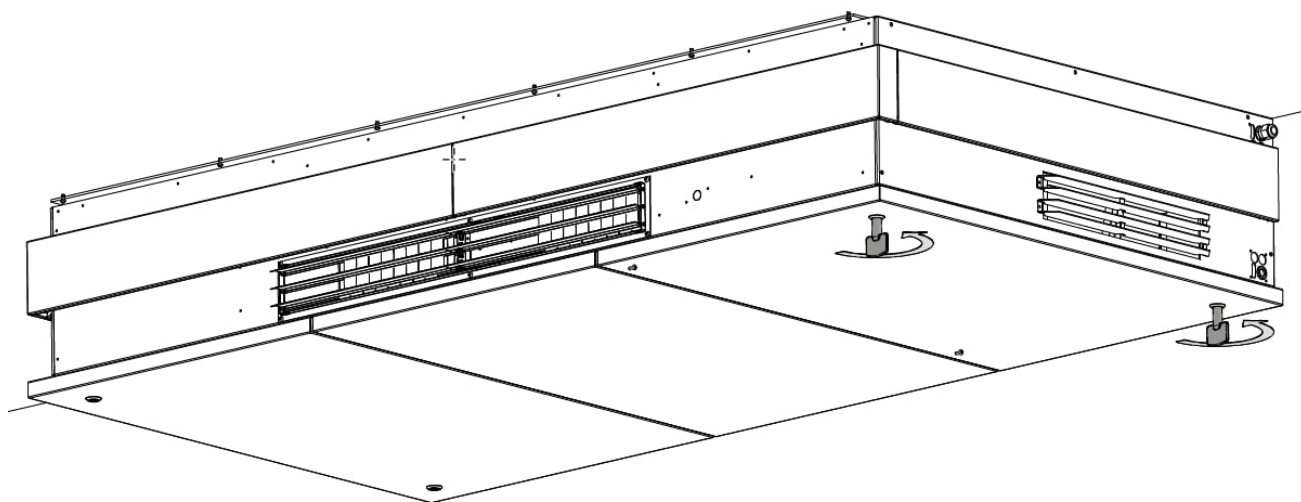

Figur 55: Låse venstre servicedeksel
4. Lås servicedekselet med den medfølgende nøkkelen, se Figur 55.